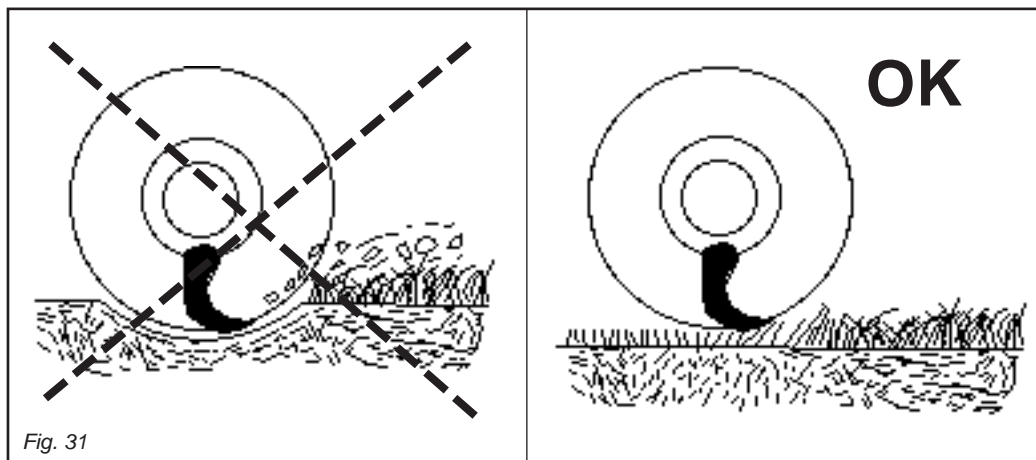

Fig. 31
- Se necessario regolare con il sollevatore l'altezza di lavoro, evitando che gli organi di taglio (coltelli o mazza) vadano a contatto con il terreno (Fig. 31).
- Hvis det er nødvendigt justeres arbejdshøjden med liften. Undgå at skæreredskeberne (skæreblade eller hammeren) kommer i kontakt med jorden (Fig. 31).